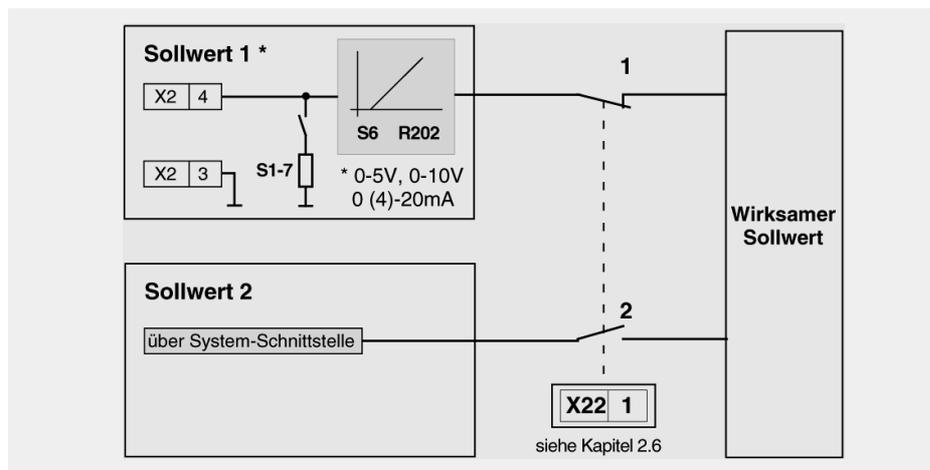

Abb. 2 Sollwerteingänge und wirksamer Sollwert
Die Sollwertverarbeitung ist abhängig davon, wie das Busmodul mit dem Leistungssteller verbunden ist. Es lassen sich je nach Bedarf verschiedene Varianten realisieren. Die Leitung von Klemme X22.1 des Thyro-A steuert die Abläufe (Kap. 2.2, Abb. 2).
- Die Klemme X22.1 des Thyro-A wird an eine der Klemmen X1.1 bis X8.1 des Busmoduls angeschlossen (Abb. 2). Bei Störungen auf der Busleitung wird automatisch auf den Anlogsollwert an den Steuerklemmen des Leistungsstellers umgeschaltet (Belegung der vorkonfektionierten Anschlusskabel 2 000 000 848 / 849).
- Die Leitung X22.1 des Thyro-A wird an eine der Klemmen X1.5 bis X8.5 des Busmoduls angeschlossen (Abb. 2). Bei Störungen auf der Busleitung wird automatisch wie im Kapitel 3.2 angegeben auf den Anlogsollwert an den Steuerklemmen der Leistungssteller umgeschaltet oder es wird der letzte Sollwert gehalten.